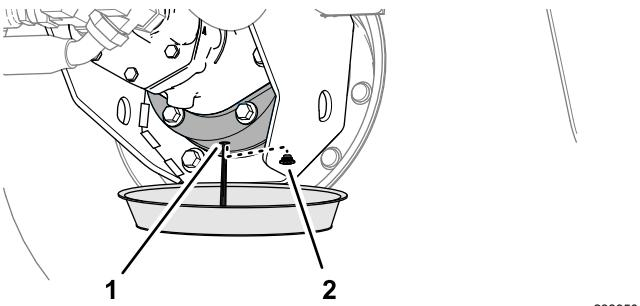

Рисунок 90
7. Установите сливной поддон под корпус тормоза, снимите пробку сливного отверстия и дайте маслу полностью стечь (Рисунок 90).